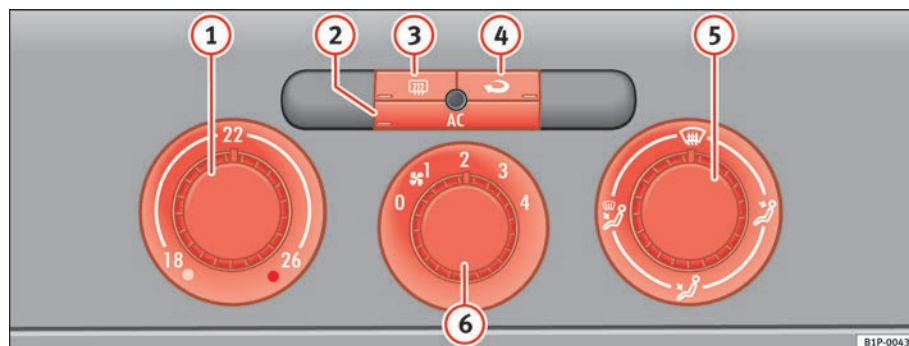

Abb. 108 In der Instrumententafel: Bedienelemente der Climatic
- Mit den Reglern ⇒ Abb. 108 (1) und (5) und mit dem Schalter (6) stellen Sie die Temperatur, die Luftverteilung und die Gebläsestufe ein.
- Drücken Sie die jeweilige Taste (2), (3) oder (4), um eine Funktion ein- oder auszuschalten. Bei einer eingeschalteten Funktion leuchtet das Fenster unten an der Taste auf.
(1) Temperaturregler ⇒ Seite 149
(2) Taste [AC] – Kühlanlage ein-/ausschalten ⇒ Seite 149
(3) Taste [Heckscheibenbeheizung] – Heckscheibenbeheizung. Etwa 20 Minuten nach dem Einschalten wird die Beheizung automatisch ausgeschaltet. Sie lässt sich vorzeitig durch Drücken der Taste ausschalten.
(4) Taste [Umluftbetrieb] – Umluftbetrieb ⇒ Seite 151
(5) Luftverteilungsregler ⇒ Seite 149
(6) Gebläseschalter. Der Luftstrom ist in vier Stufen einstellbar. Das Gebläse sollte immer bei langsamer Fahrgeschwindigkeit in niedriger Stufe mitlaufen. ▶
- Schalten Sie die Klimaanlage mit der Taste \Rightarrow Seite 148, Abb. 108  ein.